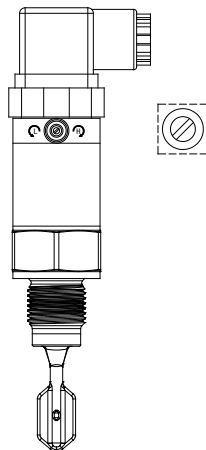

图 15
- (2) 用一字螺丝刀轻缓顺时针旋转电子电位器到底，则仪表处于高位模式（见图 15）；
- (3) 用一字螺丝刀轻缓逆时针旋转电子电位器到底，则仪表处于低位模式（见图 15）；